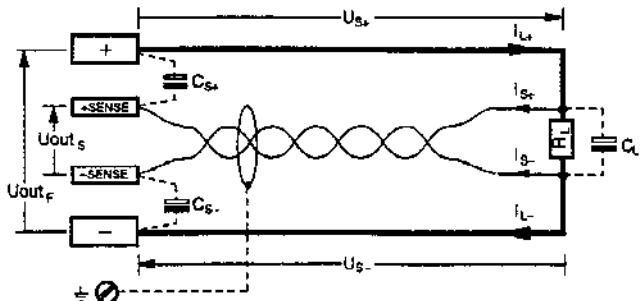

Bild 2.3 Lastanschluss mit Fühlerbetrieb
- Für den Betrieb mit Fühlerleitungen gelten die im Bild 2.3 aufgeführten Parameter und Grenzwerte.
- Durch je einen Kondensator (C_{s+}, C_{s-}) zwischen SENSE- und Ausgangsklemme (siehe Bild 2.3) können Sie den Regelschwingungen entgegenwirken.